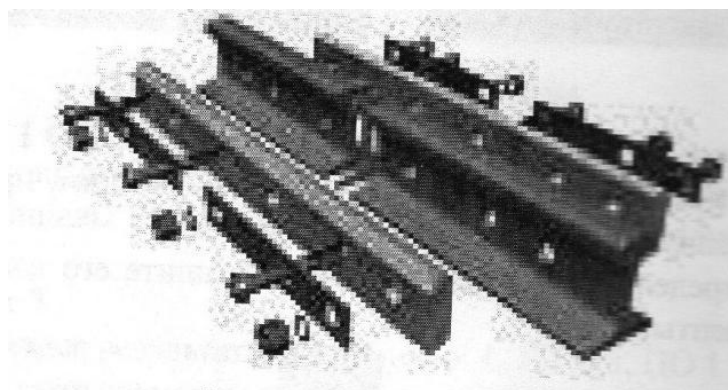

Рис. 27. Стык изолирующий
2. Опишите назначение и конструкцию стыка изолирующего (рис. 27) с указанием его основных элементов.